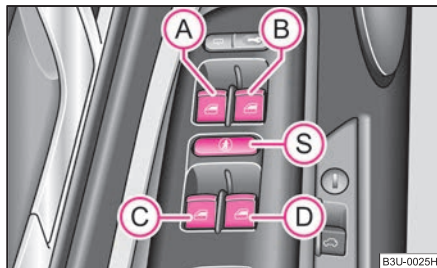

Abb. 29 Armlehne in der Fahrertür: Bedienelemente
Die Tasten für die einzelnen Fenster befinden sich in der Armlehne der Fahrertür ⇒ Abb. 29, Beifahrertür und in den hinteren Türen* ⇒ Seite 43.
Sie können durch Drücken des Sicherheitsschalters (S) ⇒ Abb. 29 die Tasten der Fensterheber in den hinteren Türen außer Funktion setzen. Durch wiederholtes Drücken des Sicherheitsschalters (S) sind die Tasten der Fensterheber in den hinteren Türen wieder in Funktion.
- Werden auf den Rücksitzen Kinder befördert, wird empfohlen, die elektrischen Fensterheber der hinteren Türen außer Funktion zu setzen (Sicherheitsschalter) (S) ⇒ Abb. 29.